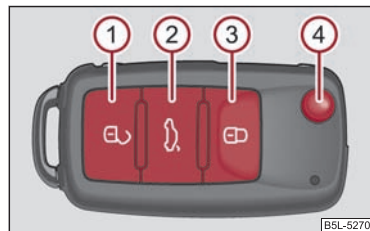

Fig. 30 Cheia cu telecomandă
- Apăsați tasta ① ⇒ fig. 30 circa 1 secundă.